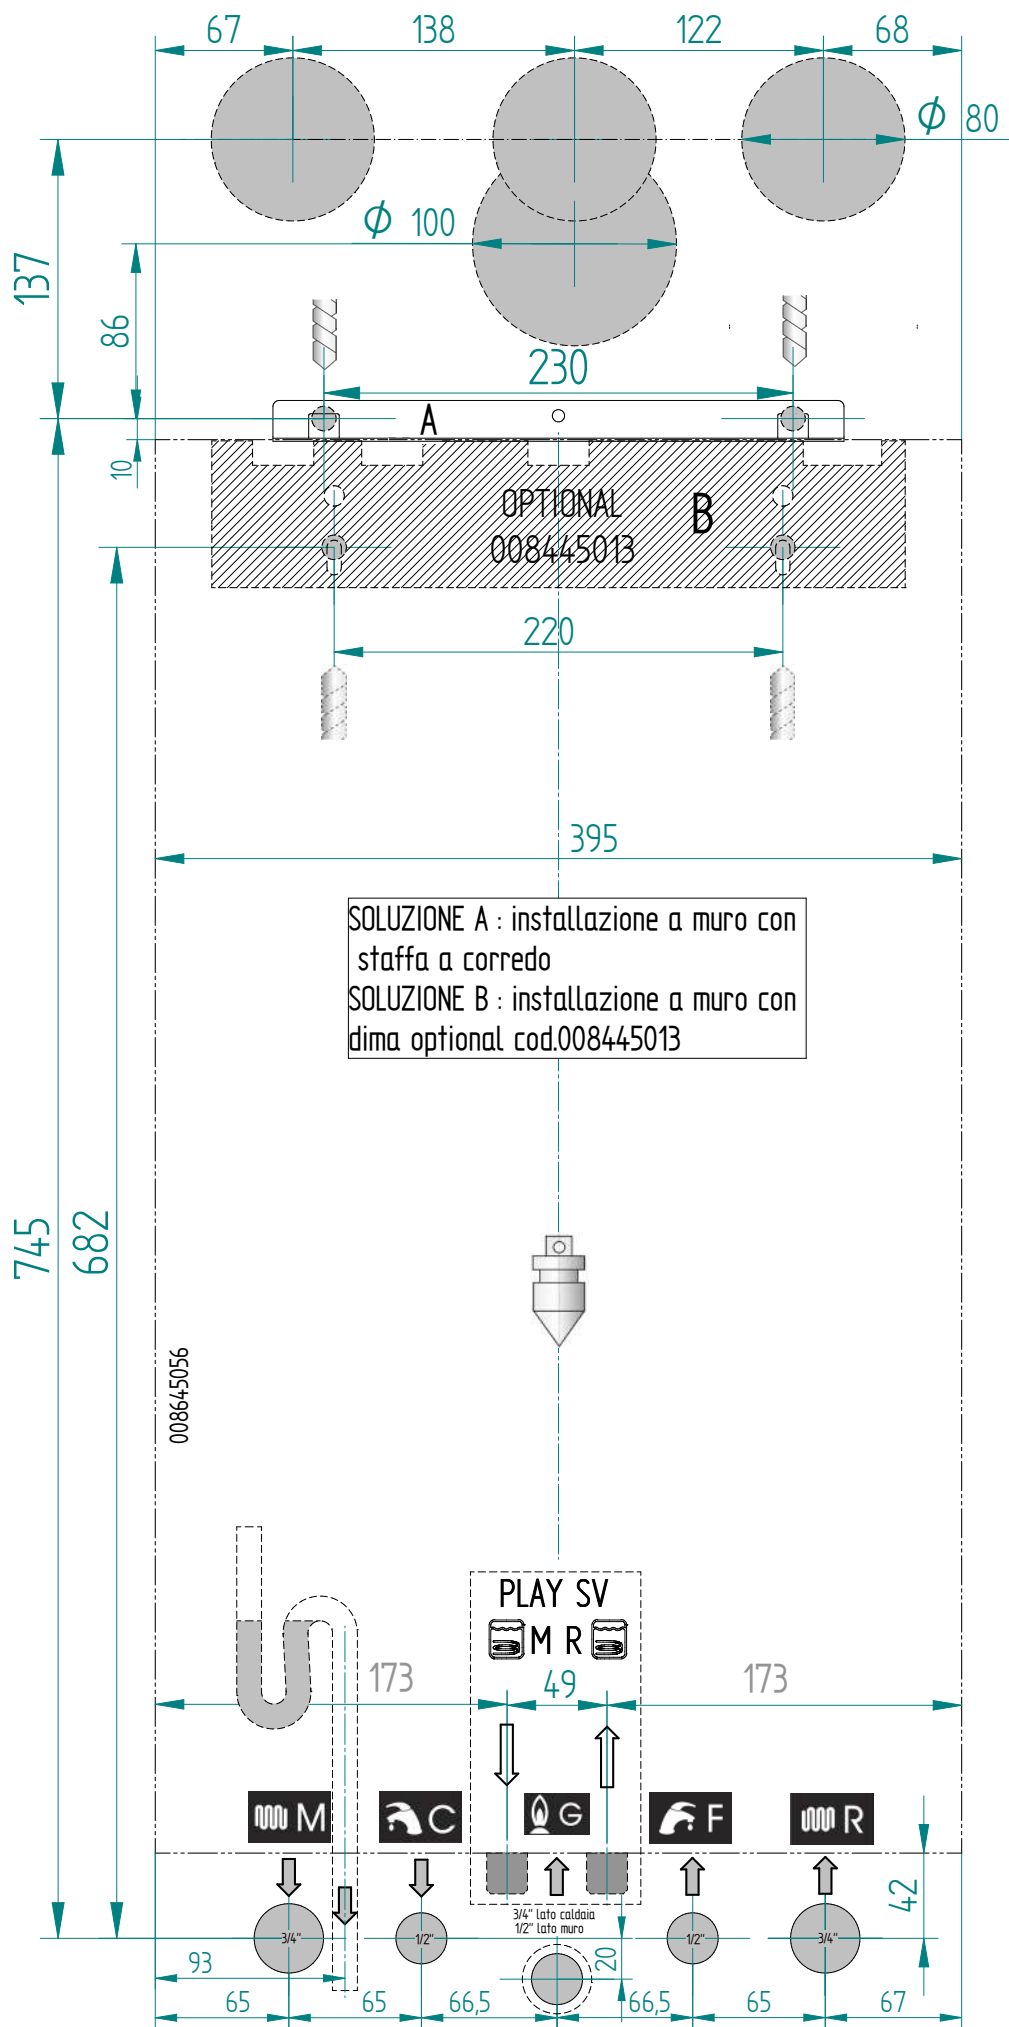

fig. 7
- c) la dima di fissaggio della caldaia al muro (fig. 7).
Ogni apparecchio è corredato di un'apposita dima in carta contenuta nell'imballo (fig. 7).
- fissare la dima (fig. 7) alla parete;
- realizzare nel muro i fori per i tasselli di fissaggio scelti per la staffa di sostegno della caldaia (staffa A in fig. 7);
- posizionare i raccordi per l'allacciamento della condotta di alimentazione del gas (G), della condotta di alimentazione dell'acqua fredda (F), dell'uscita acqua calda (C solo modello Play), della mandata secondaria verso il bollitore (solo modello Play SV), del ritorno secondario dal bollitore (solo modello Play SV), della mandata riscaldamento (M) e del ritorno riscaldamento (R) in corrispondenza degli stessi punti sulla dima (parte inferiore);
- realizzare nel muro i fori per i tasselli di fissaggio scelti per la staffa di sostegno della caldaia (staffa B (008445013) in fig. 7);
- smontare e rimontare al contrario la staffa standard (A) sulla caldaia;